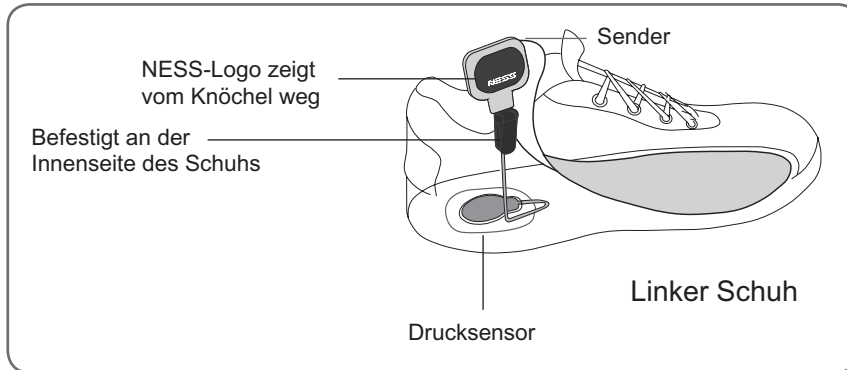

Abbildung 6-8: Befestigung des Senders an der Schuhinnenseite (Gangsensor unter der Ferse in einem linken Schuh abgebildet)
5. Befestigen Sie den Sender des Gangsensors an der Schuhinnenseite. Das NESS-Logo auf dem Sender muss vom Knöchel wegzeigen. (Siehe Abbildung 6-8.)